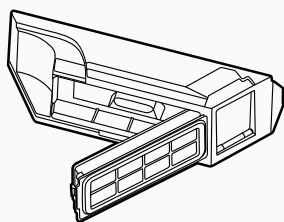

Fig. 9
3. Rimuovere il filtro dal contenitore raccogli-polvere premendo il relativo pulsante e svuotare il contenitore. [Fig. 9]